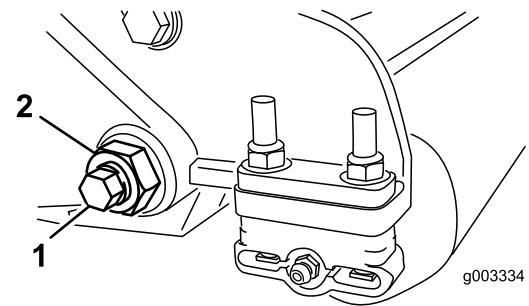

**Bild 33**
- A. Lösen Sie die externen Stellschrauben, mit denen die Einstellmutter des Lagers am Lagergehäuse links am Mähwerk befestigt ist (Bild 33).